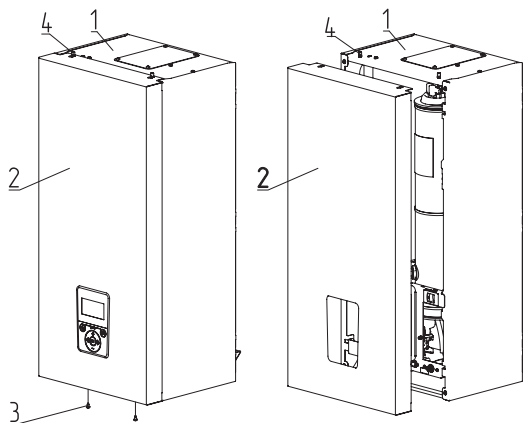

Рис. 12 Снятие кожуха
- Выкрутить болты крепления (**Рис. 12, поз. 3**);
- Переместить кожух вверх, сняв с зацепов (**Рис. 12, поз. 4**);